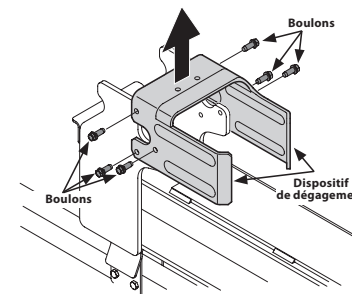

Figure 5
14. Enlevez les six boulons pour retirer le dispositif de dégagement du support de la poutre. Voir Figure 5.
17. Placez le dispositif de dégagement par-dessus le coin de fendage et fixez-le aux supports soudés avec la quincaillerie retirée à l'étape 14. Voir Figure 5.